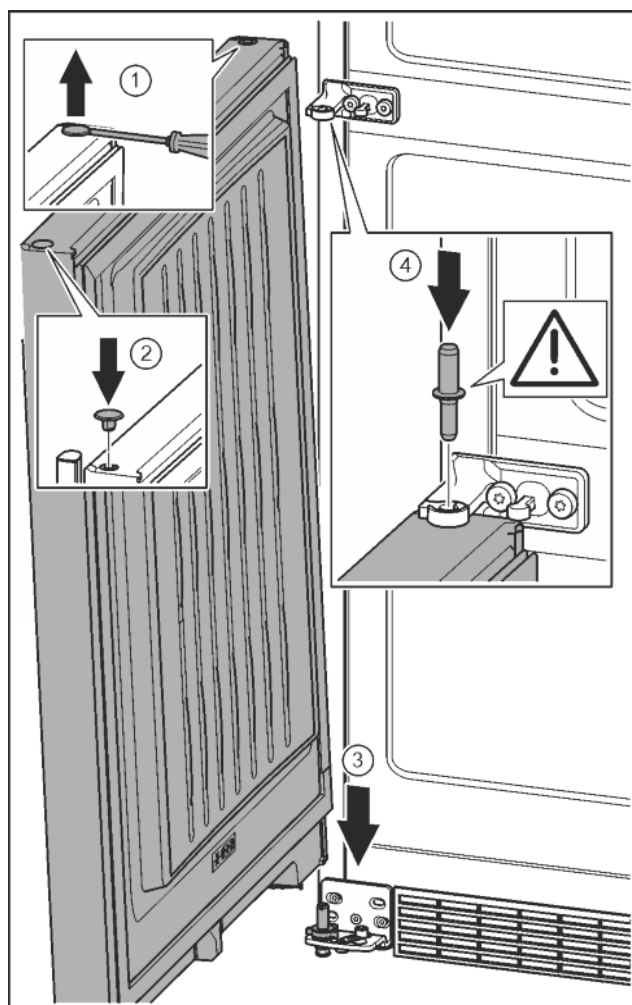

Fig. 22
- С плоска отвертка внимателно повдигнете тапата и я извадете. Fig. 22 (1)
- Отново поставете тапата от другата страна на вратата. Fig. 22 (2)
- Поставете вратата отгоре върху долния лагерен болт. Fig. 22 (3)
- Поставете лагерния болт среда през лагерната стойка среда в долната врата. При това обърнете внимание на това, фиксиращата гърбица да сочи назад. Fig. 22 (4)